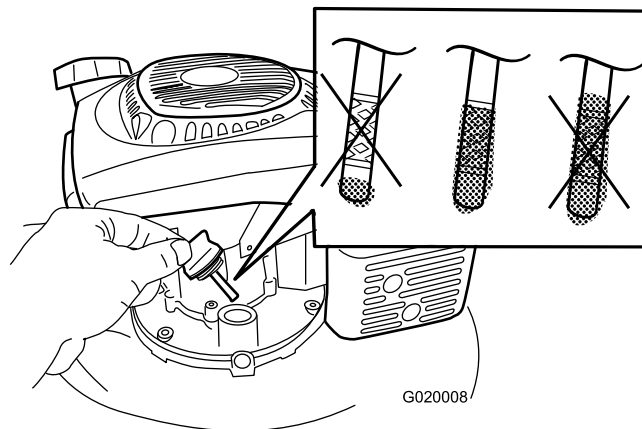

Figure 18
4. Versez de l'huile **lentement** dans le goulot de remplissage pour faire monter le niveau jusqu'au repère du plein (Full) sur la jauge (Figure 18). **Ne remplissez pas excessivement.** (Remplissage max. : 0,65 l (22 oz), type : huile détergente SAE 30 de classe de service API SJ, SL ou supérieure.)